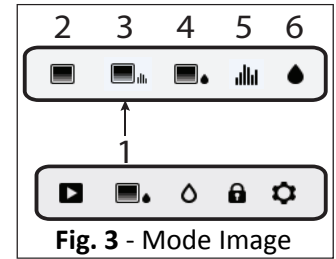

Fig. 3 - Mode Image
Appuyez sur le bouton de sélection pour accéder au menu principal et sélectionner l'icône du mode IMAGE (1). Reportez-vous à la Fig. 3.